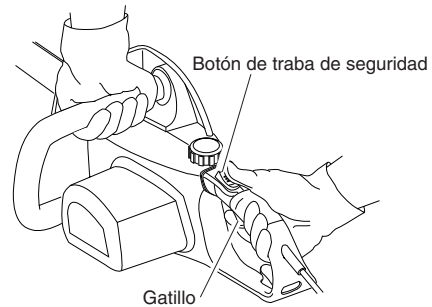

Figura 10 - Posición del gatillo y de la traba de seguridad
3. Utilice ambas manos para sujetar la sierra. Utilice siempre la mano izquierda para asir el mango anterior y la derecha para tomar la posterior. Sujétela con firmeza: los mangos de la sierra deben quedar bien tomados por sus dedos (vea la Figura 10).
5. Cuando esté dispuesto a realizar un corte, presione la traba de seguridad completamente hacia adelante con el pulgar derecho y apriete el gatillo (vea la Figura 10); la sierra se encenderá. Al soltar el gatillo, se apagará. Cerciórese de que la cadena está girando a su máxima velocidad antes de comenzar a cortar.